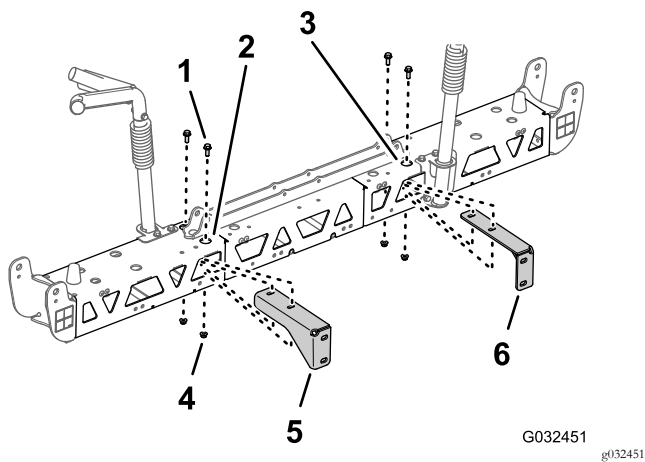

图54
2. 如图54所示将右支撑托架中的孔与右桁架框架中的孔对齐。
3. 使用在从中间喷洒段上卸下支撑托架。(页码 21) 的步骤 2 和 3 中卸下的 2 个凸缘头螺栓3/8 x 1 英寸和 2 个凸缘锁紧螺母3/8英寸将右支撑托架组装到右桁架框架上 图54。
4. 对左桁架框架的左支撑托架重复步骤 2 和 3图54。